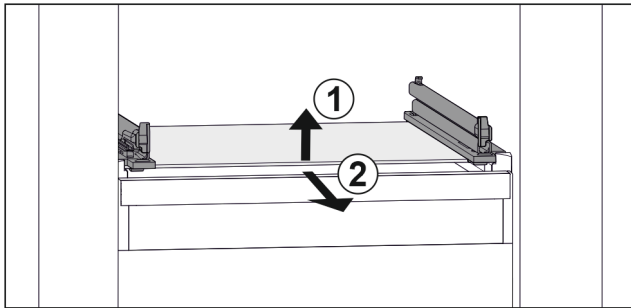

Fig. 133 Приблизне відображення скляної пластини
- ▶ Підняти скляну пластину спереду. Fig. 133 (1)
- ▶ Вийняти скляну пластину рухом вперед. Fig. 133 (2)